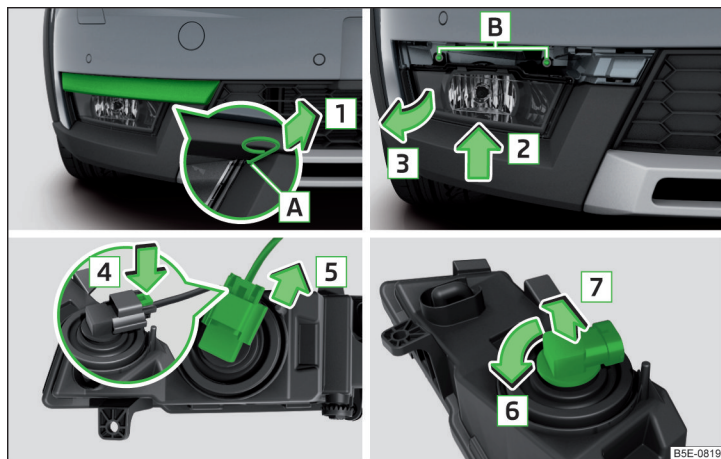

Fig. 360 Retirar el faro antiniebla / Cambiar la bombilla - Variante 2
- Introducir en la apertura [A] » fig. 360 el estribo para retirar los tapacubos integrales.
- Monte el faro antiniebla en sentido contrario al de la flecha [3] » fig. 360 y enrósquelo.